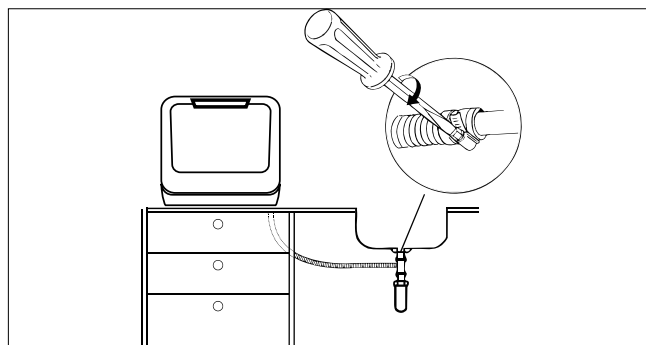

Fig. 9 – Fissaggio del tubo flessibile
- ▶ Fissare l'estremità del tubo flessibile in modo che il tubo flessibile non possa scivolare via (vedere la Fig. 9).